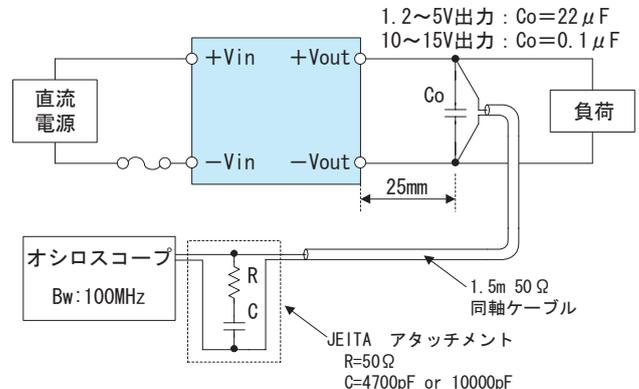

図2.6 出力リップル・リップルノイズ測定方法
■出力リップル・リップルノイズは、図2.6に示した方法で測定した値です。